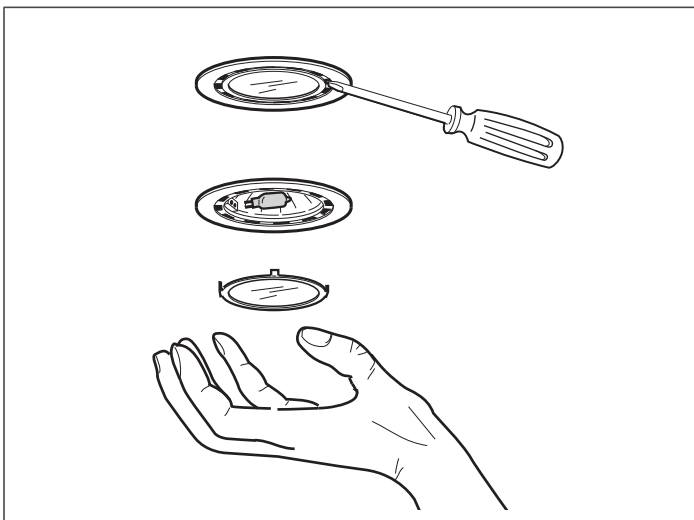

Figura 5: Reemplazo de las bombillas halógenas
- Con la punta de un destornillador plano o de una herramienta semejante, afloje la lente de protección, como se muestra en la figura 5.